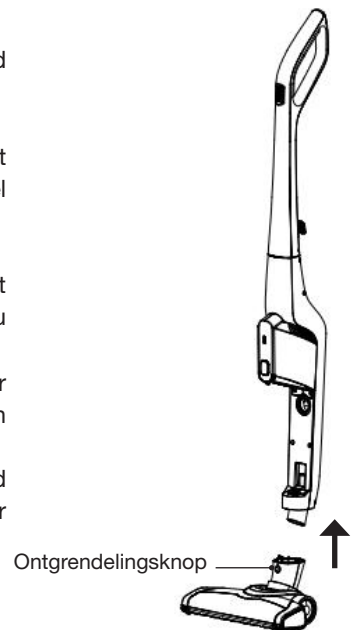

Fig. 14
1. Haal de elektroborstel uit de behuizing van het apparaat door op de ontgrendelingsknop van de elektroborstel te drukken (Fig. 14).